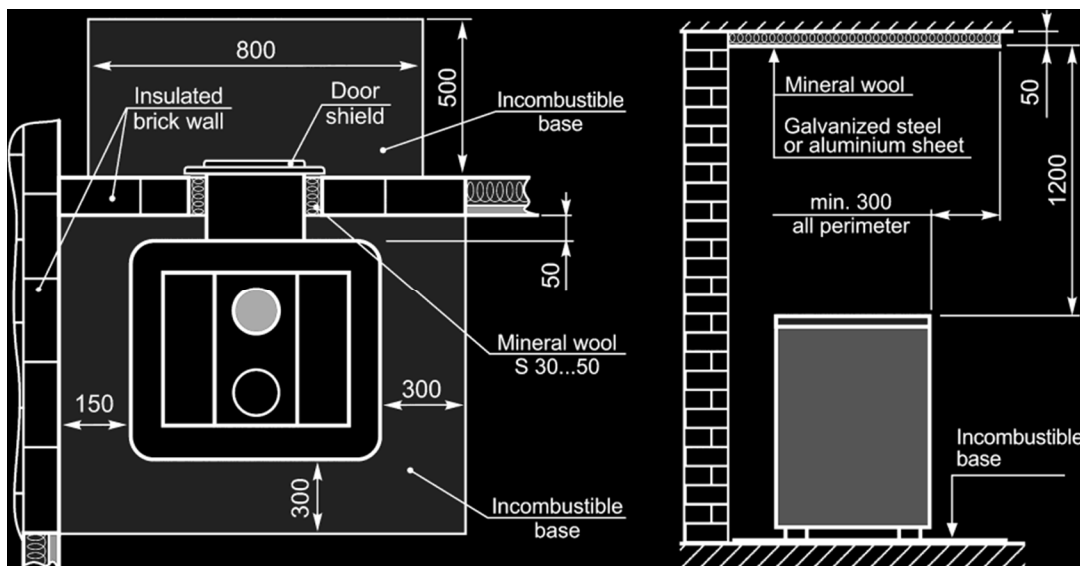

Bild 6 – Mindestaufstellabstände
- Die Holzdecke muss mit einer mindestens 50 mm dicken Mineralwolle isoliert und mit einem verzinkten Stahl- oder Aluminiumblech abgedeckt sein (siehe Bild 6).